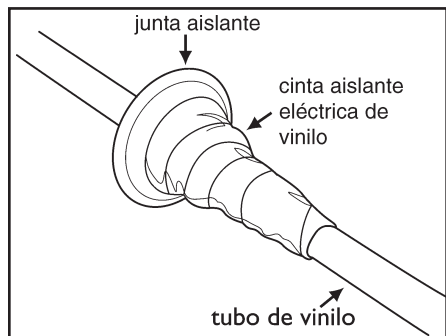

figura 2
- Asegure la junta aislante al tubo con cinta aislante eléctrica (ver figura 2).